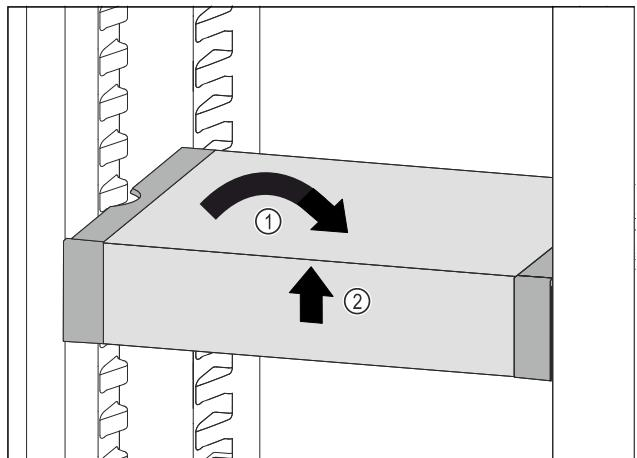

Fig. 123
- ▶ VarioSafe postavte rovno. Fig. 123 (1)
- ▶ VarioSafe nadvihnite vpred. Fig. 123 (2)